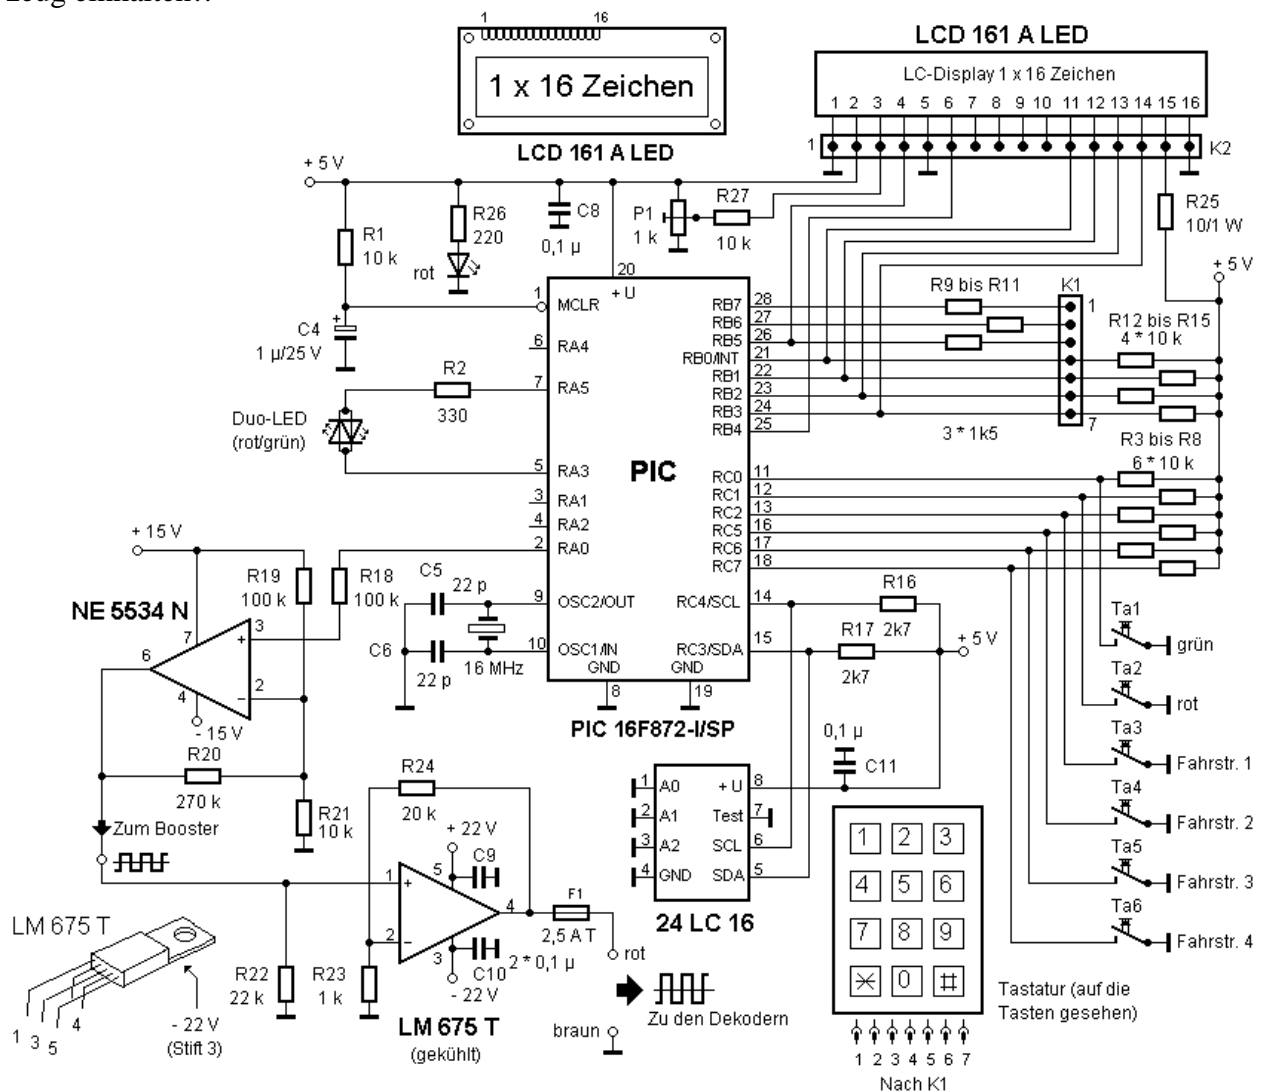
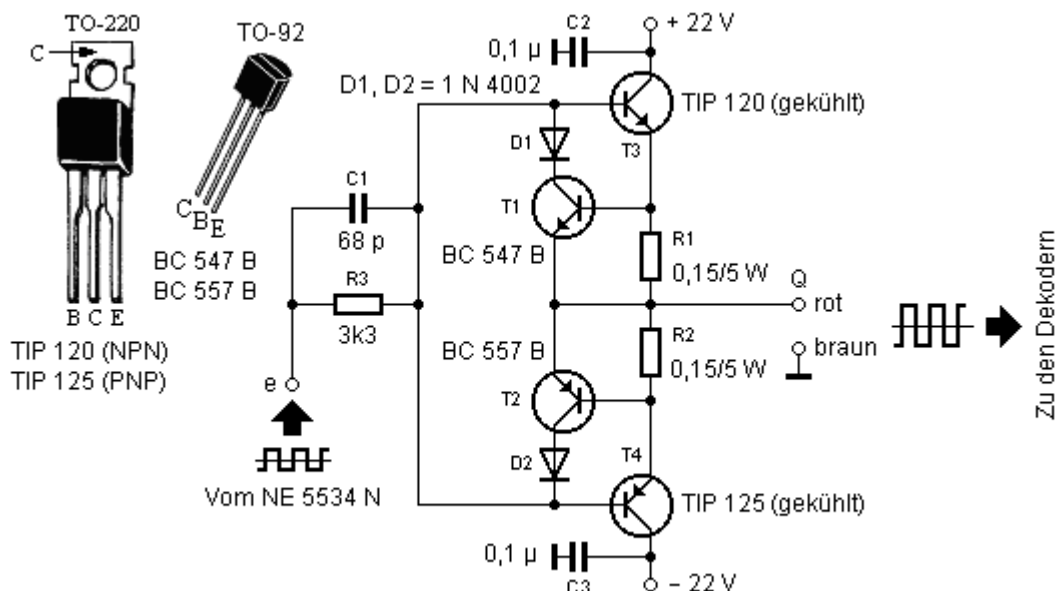

Bild 11 Steuergerät für Schaltkommandos mit PIC und LC-Display mit 1 x 16 Anzeigeelementen (5 x 7 Punkte)
Bild 11a Einfacher Booster für das Schaltkommando-Steuergerät nach Bild 11
Dieses kompakte Steuergerät kann alle 256 (320) Adressen der Magnetartikel oder Dauerstromverbraucher im Motorola-Format ansprechen und ersetzt somit die Central-Unit (mit Booster) für die Schaltkommandos und alle möglichen 16 Keyboards 6040 von Märklin®. Hierdurch können Sie bei größeren Anlagen sicher einige Hundert Euro sparen. Neben Ihren Selbstbaudekodern lassen sich u. a. auch die Märklin®-Dekoder k83 und k84 sowie Dekoder anderer Firmen, wie tams-elektronik, Viessmann oder Conrad, damit ansteuern. Außerdem besteht die Möglichkeit, bis zu 48 Fahrstraßen mit maximal je 12 Schaltadressen zu speichern. Die Schaltung, die Bild 11 zeigt, ist dabei sehr einfach gehalten und besteht aus einem PIC 16F872 mit 16-MHz-Quarz, einem EEPROM EE 24LC16 B/P, zwei OpAmps (NE 5534 N und LM 675 T), einem einzeiligen LC-Display, einer 12er-Tastatur, drei Spannungsreglern (7815, 7915 und 7805), sechs Tasten, einer Duo-LED und einigen passiven Bauteilen. Die Schaltung ist zu den Komponenten von Märklin kompatibel und arbeitet völlig autark (vom Griechischen sich selbst genügend).
Als PIC kommt im Steuergerät das 28polige IC 16F872 von Microchip zum Einsatz, wodurch sich der Bauteileaufwand drastisch reduziert und sich die Schaltung entsprechend vereinfacht. Der PIC 16F872 ist eine leistungsstarke RISC-CPU (Reduced Instruktion Set Computer = englisch für Computer mit reduziertem Befehlssatz), für deren Programmierung 35 Einwortbefehle mit einer Breite von jeweils 14 Bit ausreichen. Die maximale Taktfrequenz liegt bei 20 MHz. Der PIC 16F872 weist einen 2 KB großen 8-Bit-CMOS-Flash-Programmspeicher (2 k x 14 Words = 2.048 x 14), 128 Bytes RAM (Datenspeicher) und 64 Bytes beim EEPROM (mit 100.000 Löschen-/Schreibzyklen) als Zusatzspeicher auf. Außerdem verfügt der PIC noch über einen fünfkanaligen 10-Bit-A/D-Wandler und eine PC-Schnittstelle. Das IC ist im DIP-, SOIC- oder SSOP-Gehäuse erhältlich. Um Platz zu sparen, wurde die Version PIC 16F872-I/SP im schmalen Skinny-DIP-28-Gehäuse (2 x 14 Stifte, Rastermaß 7,62 mm) ausgewählt. Beim PIC stehen 22 Ein-/Ausgänge zur Verfügung. Der PIC ist in Bild 11 in seiner Standard-Applikation beschaltet. Die Oszillatorfrequenz (Taktfrequenz) des PICs bestimmt ein 16-MHz-Quarz.
Wenn Ihnen der LM 675 T zu teuer ist oder Sie ihn nur schwer bekommen können, so bietet sich als Alternative die (kurzschlussfeste) Endstufe nach Bild 11a an, die einen maximalen Ausgangsstrom von bis zu 3,6 A liefern kann (wenn der Transformator mitspielt) und mit wenigen (überall erhältlichen) Teilen auskommt. Die Endstufe können Sie in Bild 11 an Stelle des LM
Nachfolgend zwei Bilder zur gelungenen Verwirklichung des Schaltkommando-Steuergeräts mit PIC für 256 Adressen nach Bild 11 oder auch Bild 7.2 (Seite 135) aus Band 4 der vierbändigen Buchreihe „Elektronik & Modellbahn“ aus dem Elektor-Verlag, durch den Leser Herrn **Werner Loers**. Die beiden Fotos stammen von Herrn Loers, dessen E-Mail-Adresse so lautet: [werner.loers@gmx.de](mailto:werner.loers@gmx.de). Hier erhalten Sie auch ggf. weitere Informationen (z. B. zu Platinen).
Herr Loers hat die gesamte Schaltung auf drei kleine Platinen verteilt und in ein Digital-Gehäuse mit den Abmessungen ca. 180 x 125 x 85 mm3 von Conrad; Conrad-Bestellnr.: 21 19 90 eingebaut, das exakt zu den Märklin-Komponenten passt. Das fertige Selbstbau-Gerät ist optisch perfekt und macht einen professionellen Eindruck. Es kann sich durchaus mit einem käuflichen Artikel messen. Herr Loers hat neben dem PIC und dem EEPROM, die Sie auf der Homepage [www.koemoba.de](http://www.koemoba.de) erhalten, nur handelsübliche Bauteile verbaut. Diese Bauteile wiederum erhalten Sie u. a. bei Conrad oder Reichelt. Anstatt des (schwer erhältlichen) LM 675 T hat Herr Loers die alternative Booster-Schaltung nach Bild 11a mit komplementären Transistoren aufgebaut, die sehr gut mit der Steuergeräte-Schaltung harmonisiert.